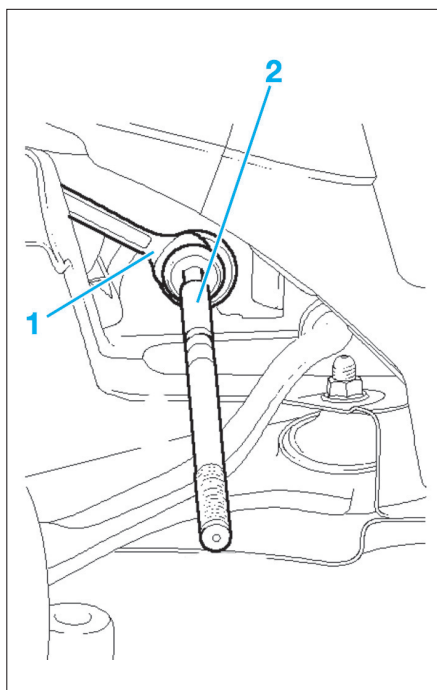

Fig. 9
- Retenir la crémaillère à l'aide d'une clé plate (1) et dévisser la biellette (2) de la crémaillère (Fig.9).